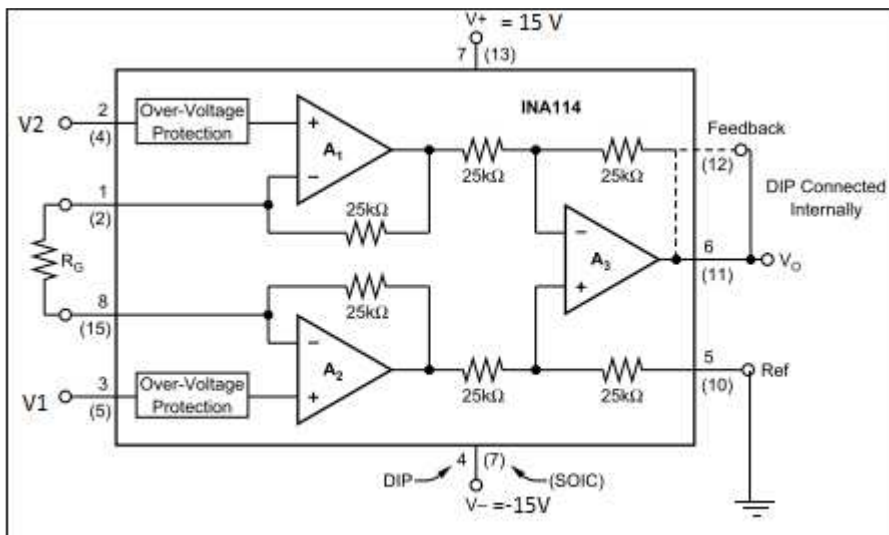

Figure 2: schéma électrique de l'amplificateur d'instrumentation INA 114
-le bloc « **amplificateur d'instrumentation** » : il comporte deux entrées **V1** et **V2** et une sortie **Vs**. Son schéma électrique est donné dans la figure 2 de l'annexe.